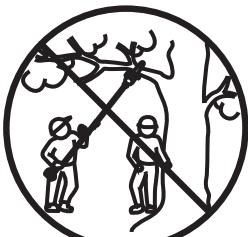

Fig. 5
15. Mantenga a las otras personas alejadas de la zona de corte y de la motosierra telescopica (Fig. 5).